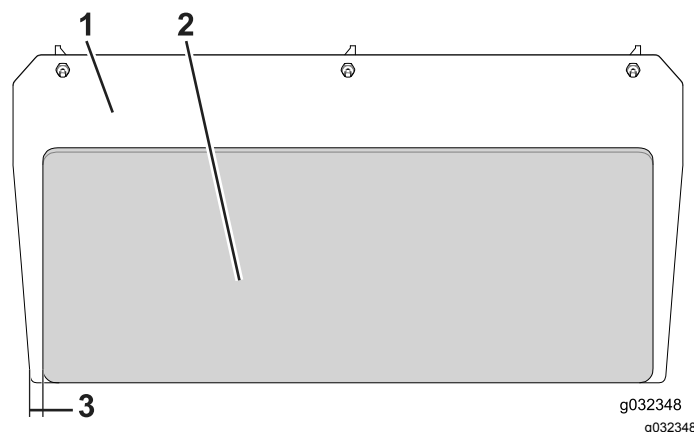

Figura 4
4. Retire o suporte e aplique a proteção do painel traseiro no lado do motor do painel traseiro (Figura 4).
Nota: Centre a proteção do painel traseiro na largura da placa deixando 29 mm até cada extremidade (Figura 4).